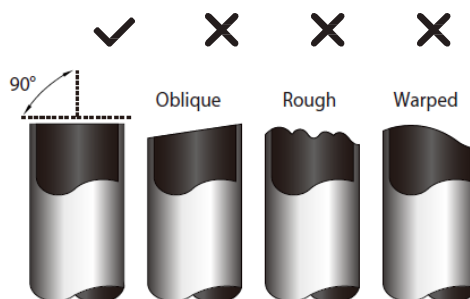

Fig. 5.1
2. Veillez à couper le tuyau à un angle parfait de 90°. Reportez-vous à la Fig. 5.1 pour des exemples de mauvaise découpe.